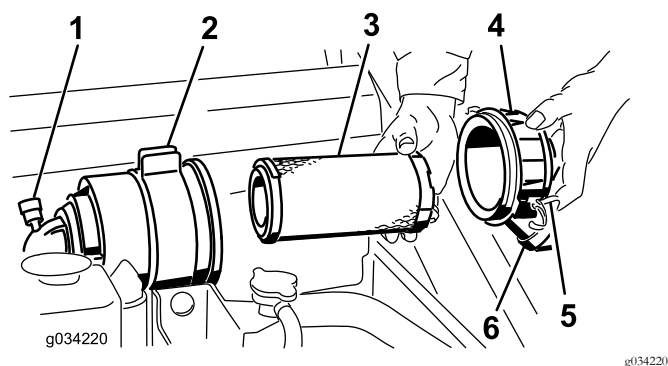

Рисунок 36
Внимание: Обслуживание фильтра воздухоочистителя следует производить только тогда, когда индикатор необходимости обслуживания станет красным (Рисунок 36). Замена воздушного фильтра без необходимости увеличивает вероятность попадания грязи в двигатель при извлечении фильтра.
4. Освободите защелки воздухоочистителя и отделите крышку от корпуса воздухоочистителя (Рисунок 36).
1. Осторожно извлеките фильтр грубой очистки из корпуса воздухоочистителя (Рисунок 36). Старайтесь не ударить фильтр о боковую поверхность корпуса.
3. Осторожно вставьте фильтр предварительной очистки в корпус фильтра (Рисунок 36). Плотно
4. Установите крышку воздухоочистителя таким образом, чтобы сторона, обозначенная как UP (ВВЕРХ), была обращена вверх, и закройте защелки (Рисунок 36).